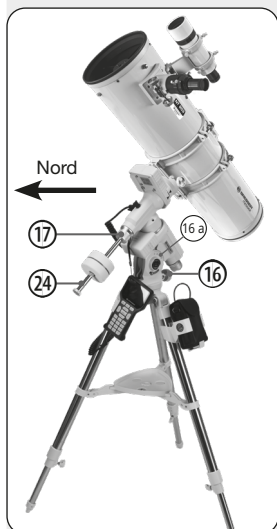

Fig. 24: Posizione di base equatoriale (vista laterale)
1. Allentare il bloccaggio RA (17). Ruotare il tubo finché l'asta del contrappeso non è rivolta direttamente verso il suolo (Fig. 24).